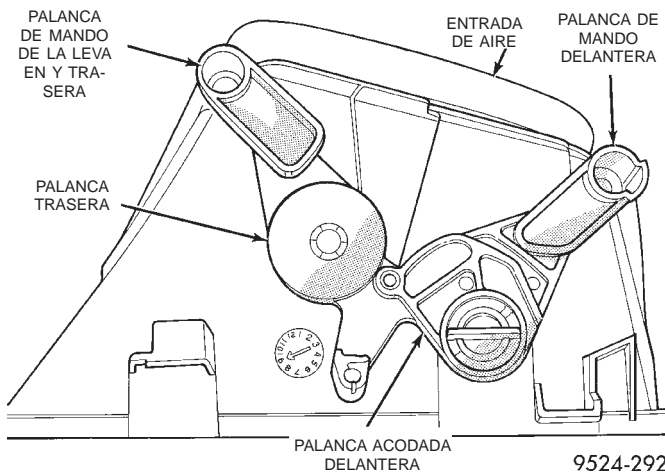

Fig. 80 Servomotor de la leva en Y trasera
(5) Retire la palanca de mando de la leva en Y trasera (Fig. 80).
(6) Gire la palanca acodada delantera hasta que se alinee con las muescas de la caja.
(7) Tire derecho hacia arriba de la palanca acodada y deslícela desde abajo de la palanca de mando delantera (Fig. 80).
(8) Retire la palanca acodada delantera (Fig. 80).
(9) Retire la palanca trasera de la leva en Y (Fig. 80).